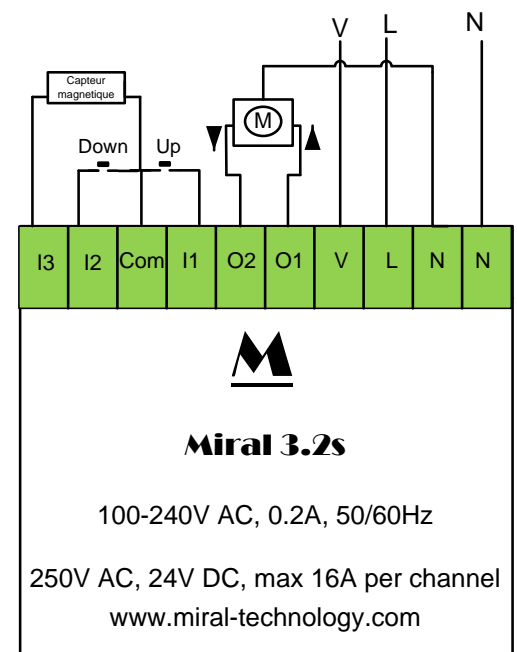

Figure 2: Montage pour le control d'un moteur
2.4 Montage pour un moteur : (figure2)